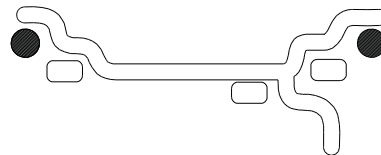

Figura 19
A. DYNAMIC (dos planos), aconsejado para todas las llantas de hierro. En este caso, los pesos de las ruedas deben ser colocados en los bordes de la llanta. Esta función está seleccionada por defecto y los LEDs correspondientes a la posición del peso de la rueda están encendidos (Figura 19)